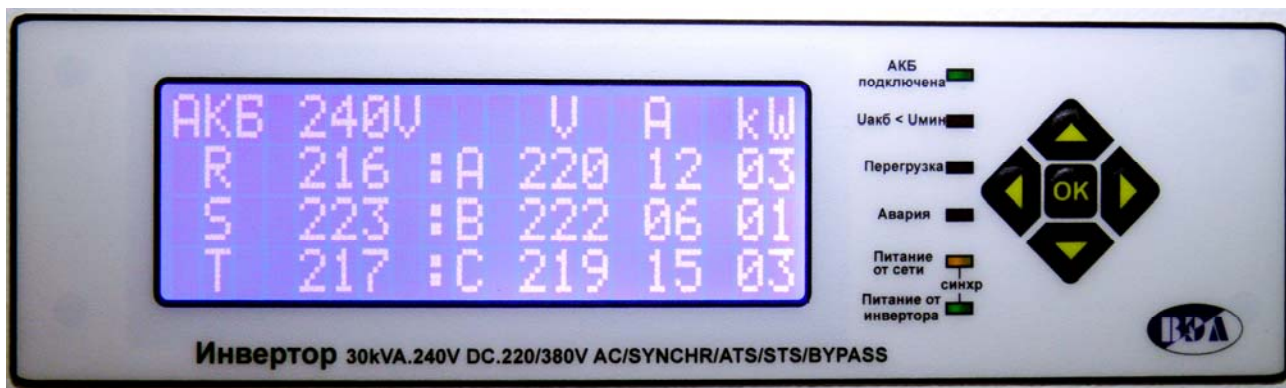

Рис. 2 Расположение органов управления и индикации инвертора
- 5.4. Расположение органов управления и индикации инвертора показано на рис. 2.
- 5.5. Для удобства контроля режимов работы инвертора при запуске и эксплуатации, предусмотрена светодиодная индикация режимов работы, рис.2.